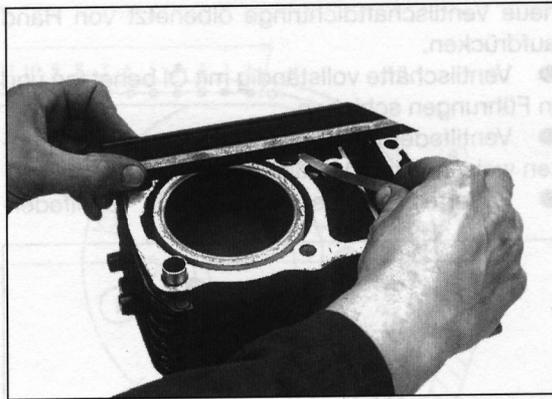

Bild 187
-  Mit Haarlineal Zylinderkopf, Zylinderdichtfläche und Zylinderkopfdeckel in mehreren Richtungen auf Verzug prüfen (Bild 187); Verschleissgrenze 0,05 mm.